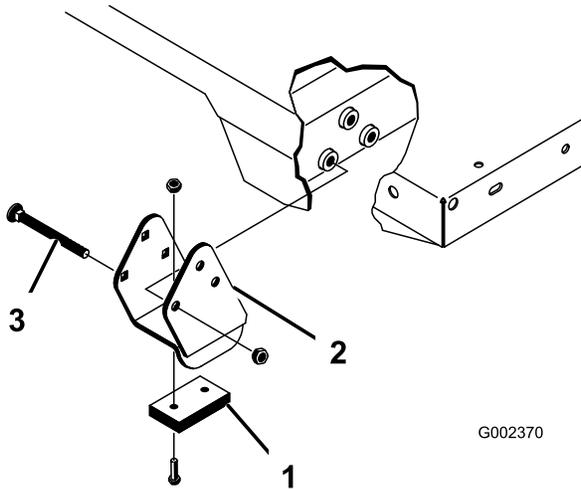

Figura 36
**Nota:** Asegúrese de instalar los espaciadores y las pletinas de desgaste (Figura 36) con las cabezas de los pernos de cuello cuadrado dentro de la máquina.
2. Coloque la plataforma con cuidado sobre el bastidor de la máquina, alineando los taladros de las placas de giro traseras con los taladros del perfil trasero del bastidor, e instale 2 pasadores con chavetas (Figura 36).
4. Inserte el pasador desde la parte exterior de la plataforma, con la chaveta hacia fuera (Figura 36).